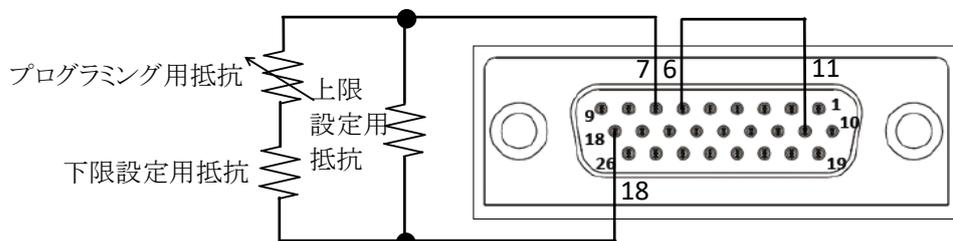

図3-8 外部抵抗接続による出力電流のリモートアナログプログラミングの接続
2. 図3-8に示すようにJ1コネクタの配線を行い、ACパワースイッチをONにしてください。